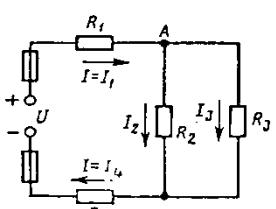
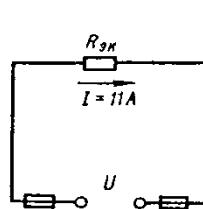

Рис. 2
Рис. 4
**Решение** 1. Обозначим стрелками токи, проходящие через каждый резистор с учетом их направления (см. рис. 2).
Это общее сопротивление, включенное в цепь вместо четырех сопротивлений схемы рис. 2, при таком же значении напряжения не изменит тока в цепи. Поэтому это сопротивление чаще называется общим эквивалентным сопротивлением цепи или просто эквивалентным (рис. 4)
б) для узловой точки А схемы (рис. 2) применим первый закон Кирхгофа:  $I = I_2 + I_3 = 11 = 6,6 + 4,4$ ;